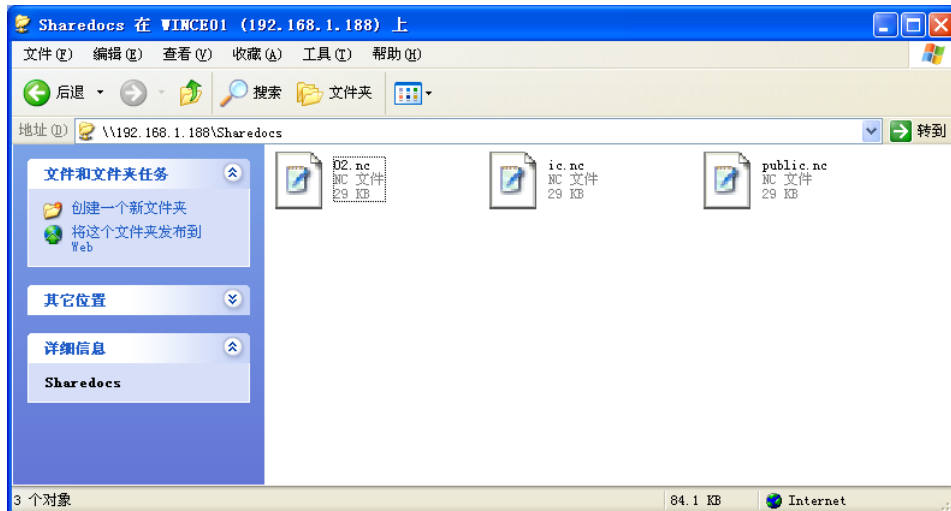

图 6-11 通过网络共享实现计算机管理 NK280B 网络文件
2. 双击“Sharedocs”，打开 NK280B 网络文件夹（图 6-11）。